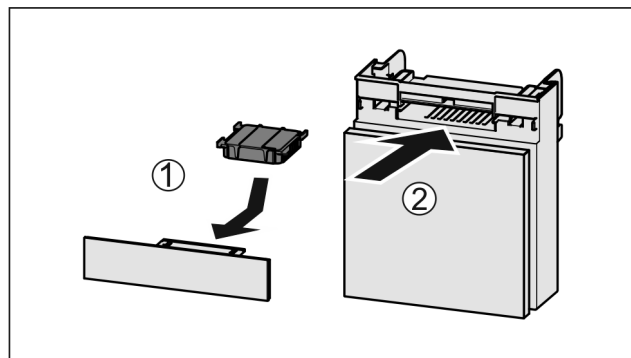

Fig. 227
- Umetnite filtara s aktivnim ugljenom kao što je prikazano na slici Fig. 227 (1).
- Umetnite pretinac Fig. 227 (2).